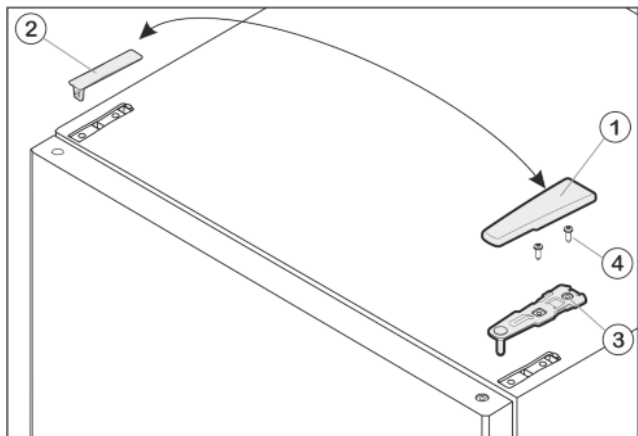

Fig. 7
- ▶ Kryt Fig. 7 (1) stáhněte dopředu a nahoru.
- ▶ Kryt Fig. 7 (2) zvedněte.
- ▶ Horní stojan ložiska Fig. 7 (3) odšroubujte (2 krát Torx® 25) Fig. 7 (4) a stáhněte nahoru.
- ▶ Horní stojan ložiska Fig. 7 (3) vložte na nové straně závěsu do dvířek.
- ▶ Horní stojan ložiska přišroubujte (s 4 Nm) (2krát Torx® 25) Fig. 7 (4). Díry pro šrouby případně předem propíchněte nebo použijte akumulátorový šroubovák.
- ▶ Kryt Fig. 7 (1) a kryt Fig. 7 (2) vždy na opačné straně zvenku nasadte a zaklesněte.